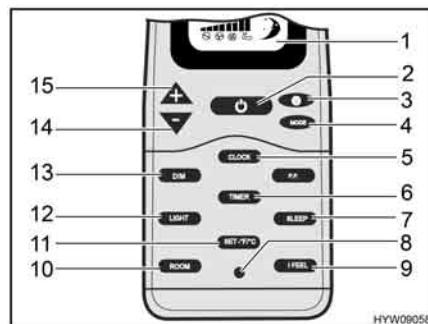
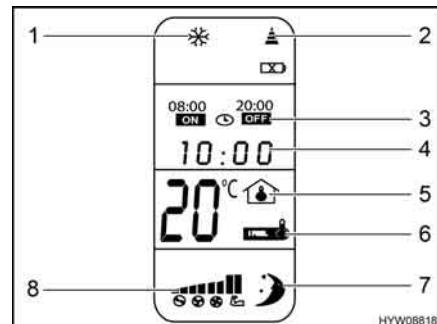

Fig. 132 Telecomando
Fig. 133 Display digitale
- Se l'impianto di climatizzazione è in modalità standby: Premere il tasto On/Off (Fig. 132,2) sul telecomando.
- Premere il tasto On/Off (Fig. 132,2) sul telecomando. L'impianto di climatizzazione passa in modalità standby.
- Premere il tasto luce (Fig. 132,12) sul telecomando.
- Premere il tasto regolazione luminosa (Fig. 132,13) e impostare la luminosità desiderata con i tasti "+" (Fig. 132,15) e "-" (Fig. 132,14).
- Premere il tasto invio (Fig. 132,11). Le impostazioni vengono salvate.
- Premere il tasto invio (Fig. 132,11) sull'unità a soffitto. Le impostazioni vengono trasmesse tutte insieme all'impianto di climatizzazione e la ricezione è confermata dall'emissione di un segnale acustico.
- Premere il tasto ora (Fig. 132,5) finché l'indicazione dell'ora (Fig. 133,4) lampeggia.
- Impostare l'ora attuale con i tasti "+" (Fig. 132,15) e "-" (Fig. 132,14).